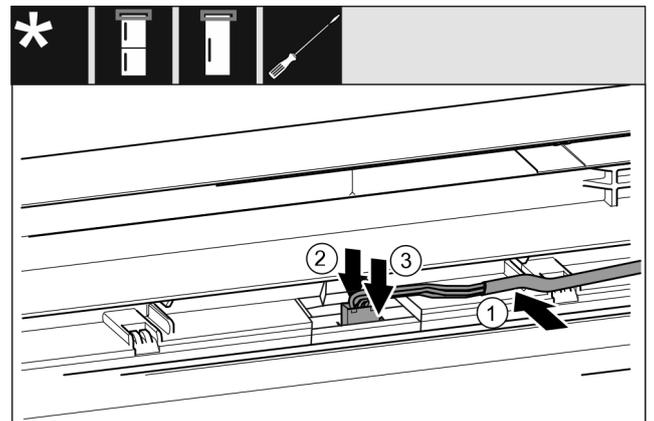

Fig. 42
- ▶ Graues Kabel in die Führung in der oberen Tür einlegen. *Fig. 42 (1)*
- ▶ Rastnase nach hinten drücken. *Fig. 42 (2)*
- ▶ Stecker einrasten. *Fig. 42 (3)*